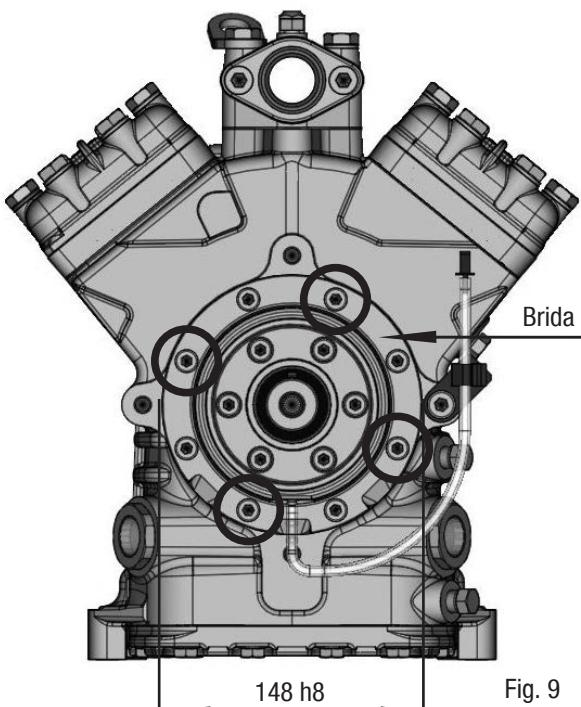
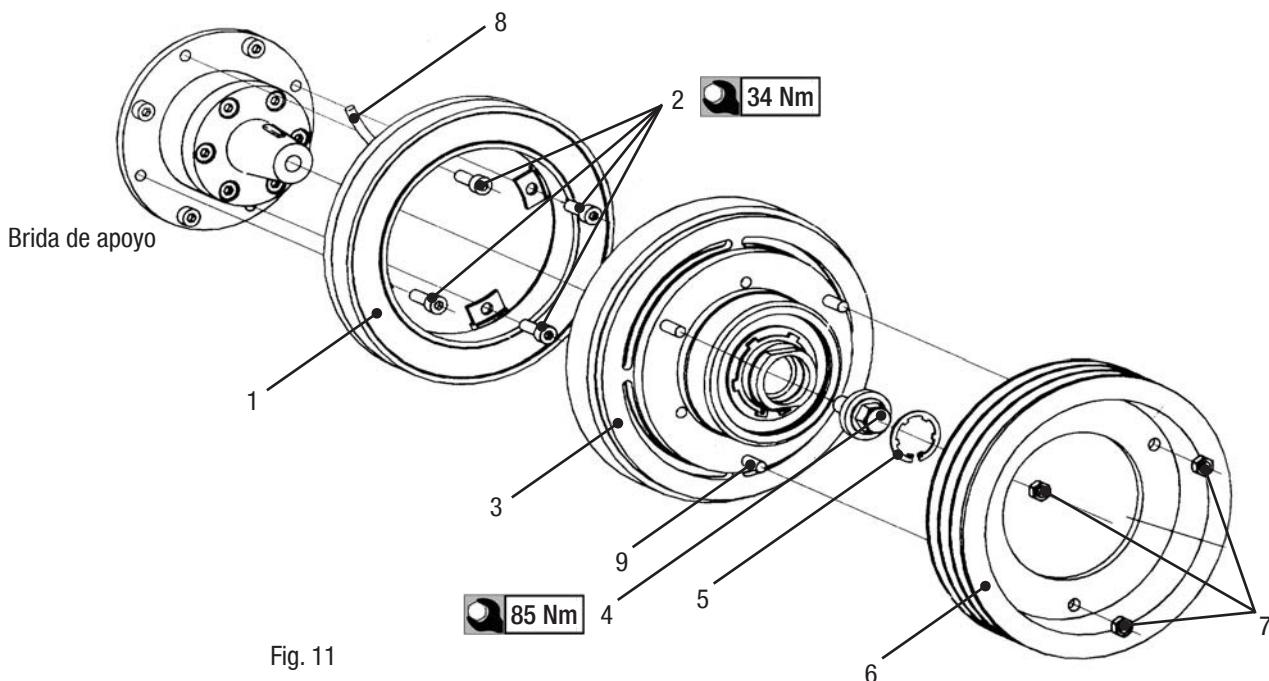

Fig. 9
Fig. 11
- Para fijar el imán del acoplamiento electromagnético, la brida de apoyo delantera dispone de un asiento de ajuste Ø148 h8 (véase fig. 9).
- Para montar el imán (1), aflojar 4 tornillos cilíndricos M8x25 (2) de la brida de apoyo (círculos en fig. 9, p. 21 y fig. 11, p. 22).